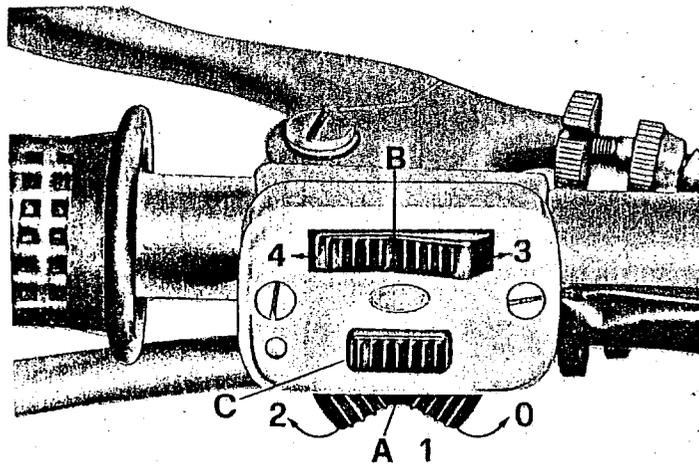

Abb. 9
Stellung "2": Maschine fertig zum Starten oder in Fahrt. Alle Bedienungseinrichtungen sind eingeschaltet. Bei Fahrt am Tage ist keine weitere Handhabung erforderlich; bei Nachtfahrt müssen die beiden Hebel (A und B) der Schalteinrichtung betätigt werden (s. Abb.9).
11) Beleuchtungsschalter und Druckknopf für das Signalhorn (s. Abb. 9): die Einheit befindet sich links am Lenker.